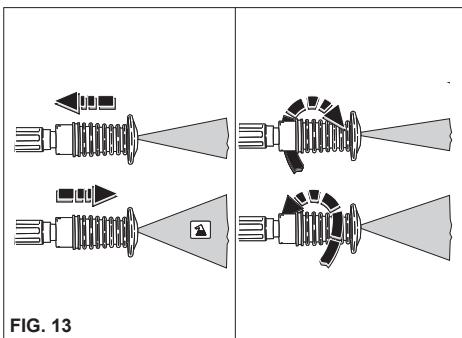

FIG. 13
ANVENDELSE AF JUSTERBART MULTIREC-DYSE (fig. 13).
- Luk grebets beskyttelsesdæksel, når rengøringsmaskinen ikke anvendes. (fig. 13).
- 2) Start rengøringsmaskinen, og sugefunktionen til sæbe på spulerøret og fugt overfladen, som skal renses, nedefra og oppefter (fig. 13).